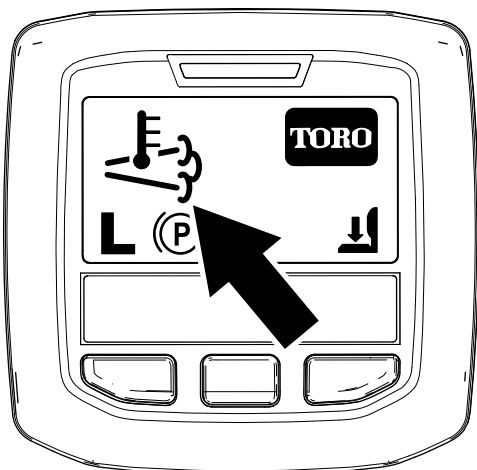

Figura 44
- L'icona della temperatura di scarico elevata viene visualizzata nell'InfoCenter (Figura 44).